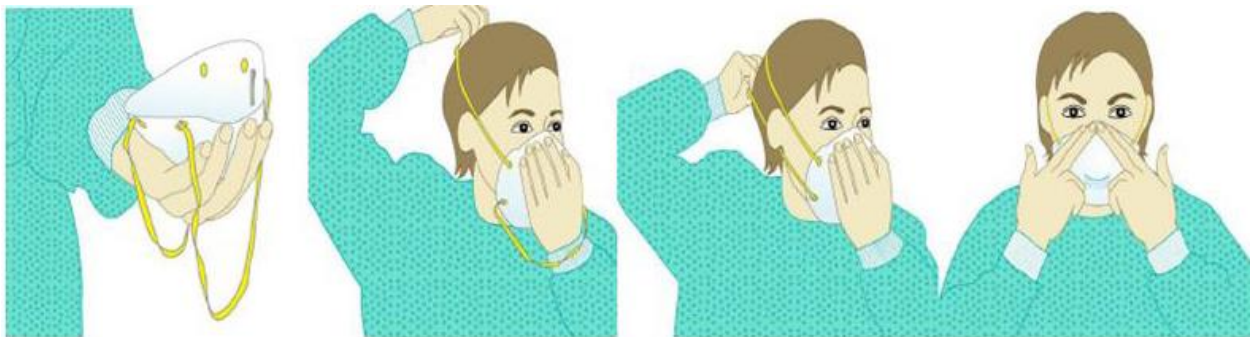

Figura 1. La revisión del sellado del respirador es un paso importante
5.1.4.4. Si el respirador no sella adecuadamente de acuerdo a las pruebas mencionadas aún después de su ajuste deberá cambiar la talla del respirador. Si es la talla habitual y aun así no sella, debe utilizar otro tipo de respirador. Si no logra el ajuste necesario **no entrar** al área de riesgo (Figura 1).